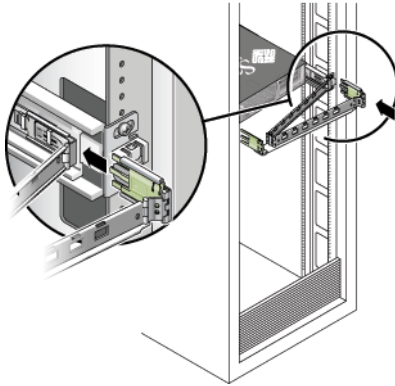

ABBILDUNG 2-5 Einsetzen des Montagebügels der Kabelführung in das hintere Ende der rechten Schiene
4. Fügen Sie das Verbindungsstück am Montagebügel der Kabelführung in die rechte Schiene ein, bis es hörbar einrastet (ABBILDUNG 2-5).